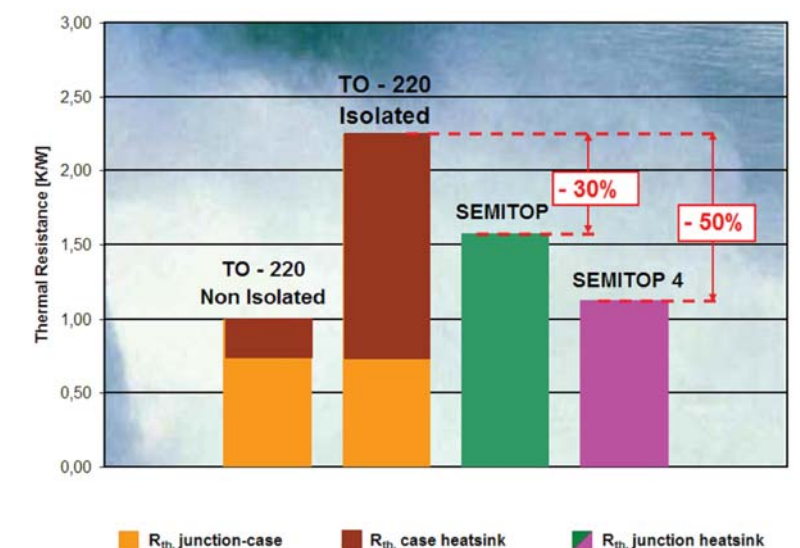

图4. SEMITOP 模块和分立功率器件的热阻对比。
- 陶瓷衬底比分立功率器件所用的绝缘材料（如绝缘片）拥有更好的热传导性，因此使得SEMITOP的结到散热器的热阻要低于分立功率器件，参考图4。